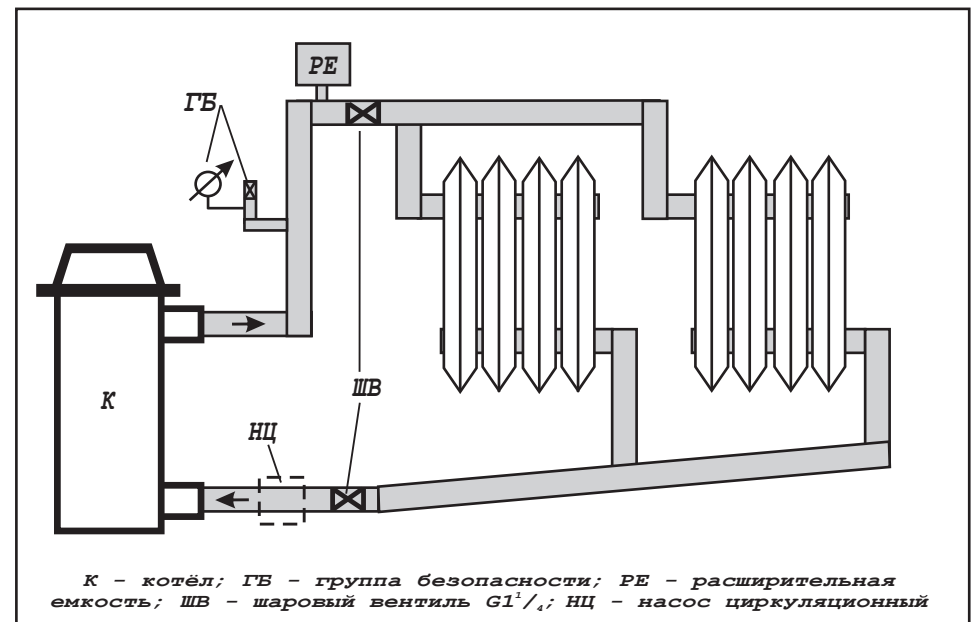

Рисунок 5. Примерная схема системы отопления
**5.9 Внимание! При эксплуатации прибора запрещается полностью или частично перекрывать шаровые вентили на входе и выходе из котла (см. рисунок 5).**